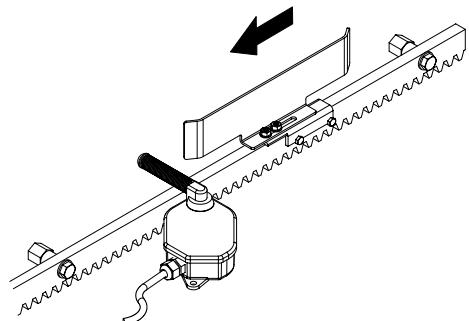

Abb. 20
- 7) Das Feinblech auf der Zahnstange in die Schließrichtung schieben (Abb.20). Sobald sich die LED-Diode des Endanschlags für den Schließvorgang auf dem elektronischen Steuergerät ausschaltet, das Feinblech um weitere ca. 20-30 mm nach vorne versetzen und provisorisch mit den mitgelieferten Schrauben auf der Zahnstange befestigen.